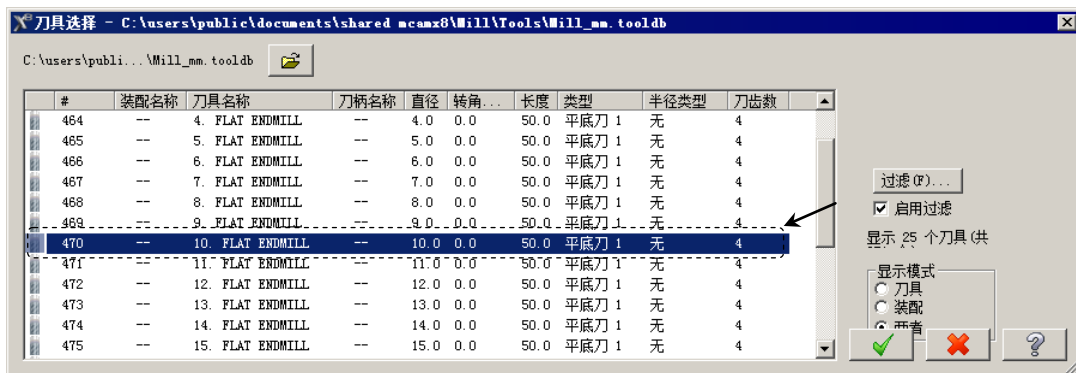

图 5.3.5 “刀具选择”对话框
(1) 确定刀具类型。在“放射状曲面粗车”对话框中单击 **刀具过滤** 按钮, 系统弹出“刀具列表过滤”对话框, 单击 **刀具类型** 区域中的 **无(N)** 按钮后, 在刀具类型按钮群中单击 (平底刀) 按钮, 单击 按钮, 关闭“刀具列表过滤”对话框, 系统返回至“放射状曲面粗车”对话框。
(2) 选择刀具。在“放射状曲面粗车”对话框中单击 **选择库刀具...** 按钮，系统弹出“刀具选择”对话框，在该对话框的列表框中选择图 5.3.5 所示的刀具。单击 **✓** 按钮，关闭“刀具选择”对话框，系统返回至“放射状曲面粗车”对话框。